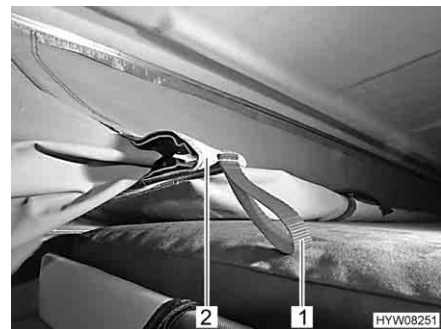

Fig. 52 Dispositivo di inserzione
- Tirare lentamente verso il basso il tetto a soffietto (Fig. 50,1) tenendolo per le maniglie (Fig. 50,2) o le cinghie ausiliarie (Fig. 50,3) fino a che il tetto a soffietto rimane autonomamente in questa posizione. Prestare attenzione a che i dispositivi di inserzione laterali (Fig. 52,2) si pieghino verso l'interno.
- Tirare il tessuto della tenda per i passanti (Fig. 52,1) del dispositivo di inserzione (Fig. 52,2) verso l'interno.